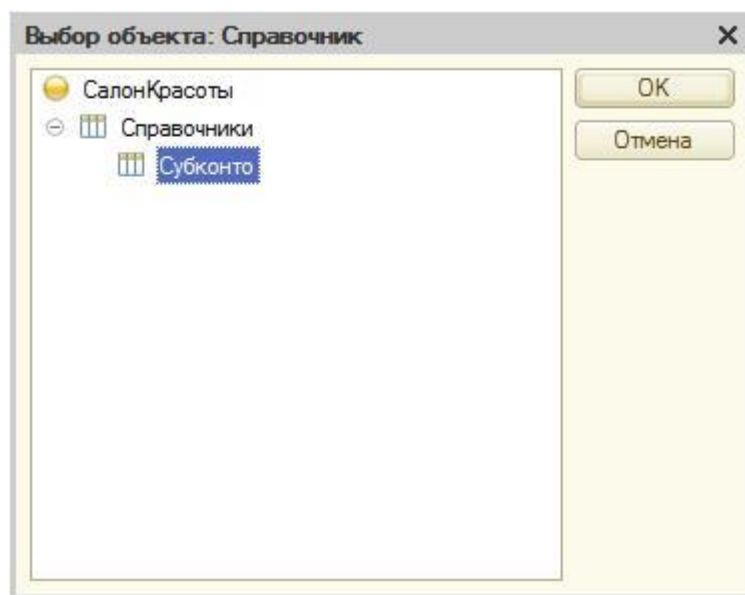

Рисунок 25.4. Настройка дополнительных значений характеристик.
5. Откроем свойство *плана видов характеристик* **Дополнительные значения характеристик**. Здесь нужно выбрать справочник, подчиненный *плану видов характеристик*. В нашем случае, рисунок 25.4, это лишь один справочник – **Субконто**.